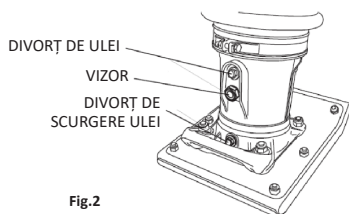

Fig.2
- Dacă uleiul nu este vizibil, adăugați Mobil ISO VG46 sau alt ulei cu același standard în orificiul dopului de umplere a uleiului (Fig. 2). Baia conține aproximativ 1000 cc.